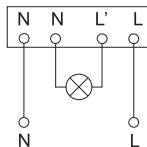

Рисунок 10 – Схема подключения датчика ДД-МВ201
- Подключить датчик в соответствии со схемой, приведённой на рис. 10, к винтовым зажимам клеммной колодки.